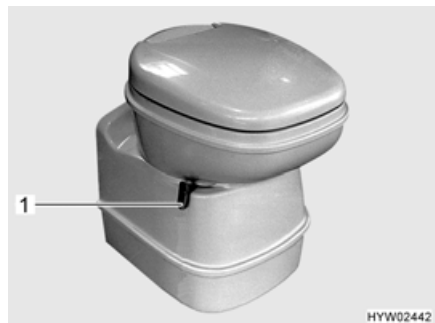
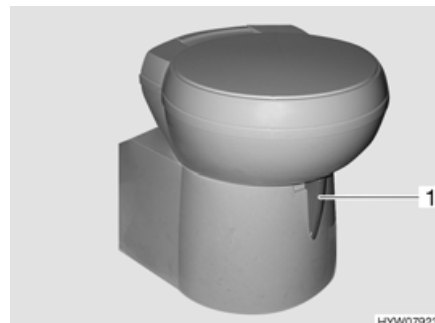

Fig. 204 Cuvette Thetford, orientable
Fig. 205 Cuvette Thetford, orientable (alternative)
- Avant d'actionner la chasse d'eau, ouvrir le curseur des toilettes Thetford. Pousser pour cela le levier du curseur (Fig. 204,1 ou Fig. 205,1) dans le sens inverse des aiguilles d'une montre.